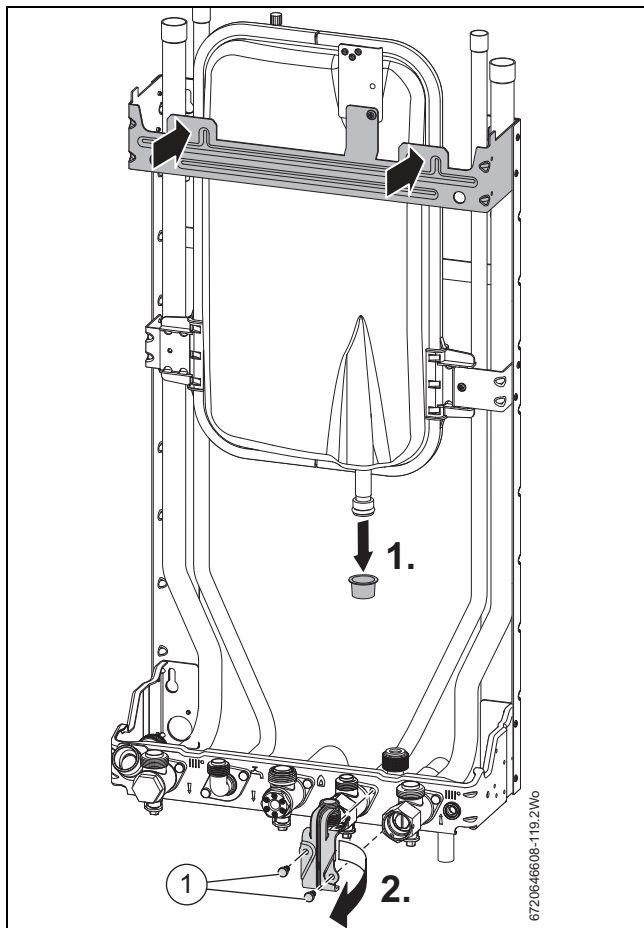

Fig. 44 Puntos de cuelgue
Referirse a la fig. 44
- Retirar los dos tornillos (1) sosteniendo el soporte de color rojo.
- Situar los dos tornillos (1) anteriormente retirados y ajustarlos firmemente.
- La caldera será montada en el bastidor mural usando los dos puntos de cuelgue, indicados en la fig. 44, a la izquierda y la derecha en la parte superior del bastidor mural.